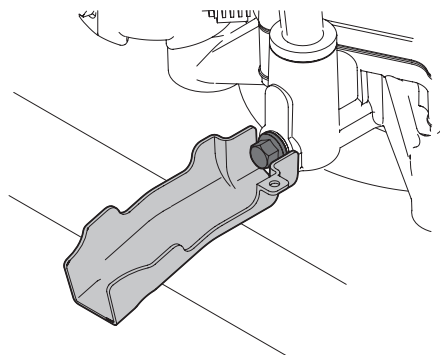

Figure 26
4. Faites enclencher la petite extrémité du manchon de vidange d'huile dans l'espace autour du bouchon de vidange d'huile. Voir Figure 26.